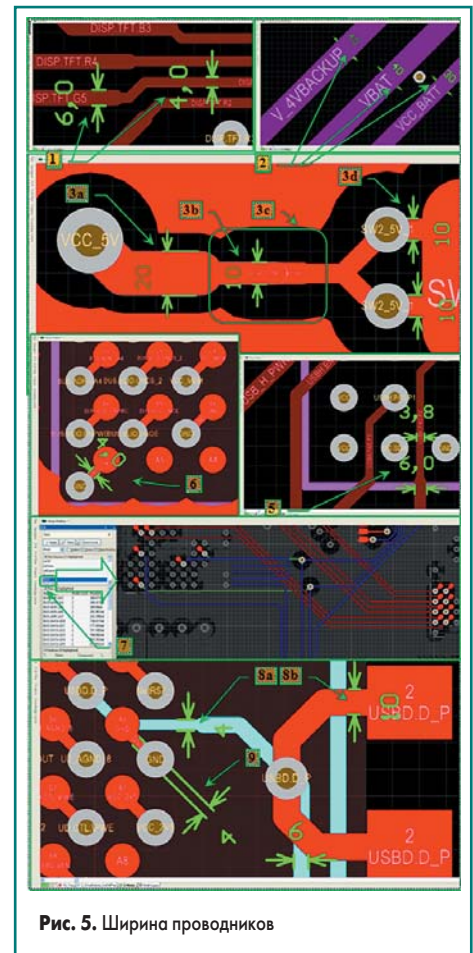

Рис. 5. Ширина проводников
В частности, на рис. 5 показан проводник с максимально допустимой для него шириной и ее снижением до минимального значения в «узком» месте.
2. Имя правила — **Width_PowerBus**. Оно устанавливает увеличенное значение ширины проводников, принадлежащих шинам питания, длина которых больше заданной величины. На рис. 5 указан фрагмент слоя **4_MID_VCC**. Правило таково:
ным шагом выводов. Заметьте, в этом правиле мы впервые определили разные параметры для разных слоев Layer Stack. На рис. 5 отмечены следующие области и объекты для слоя **10_TOP**:
более жесткие требования к минимальной ширине и зазорам в указанных областях. На рис. 5 отражена часть корпуса BGA-компонента и указан фрагмент вида слоя **9_UnderTOP**. Правило будет таким:
- Имя правила — **Width_DABuses**. Оно устанавливает значение ширины для определенного класса цепей. В данном случае необходимо соблюдать ширину проводника этого класса на всех слоях, так как далее предполагается контролировать задержку в данных проводниках. На рис. 5 выделен фрагмент топологии цепей класса 'BUS', проводники которых имеют ширину в соответствии с данным правилом. Правило будет таким:
Заметим, это правило будет действовать только вблизи точек подключения проводников дифференциальных линий к PAD. Так, на рис. 5 указано:
значение **Preferred Gap** — расчетное для этих слоев в соответствии с выбранным **Layer Stack**, как указано в [1, рис. 5].